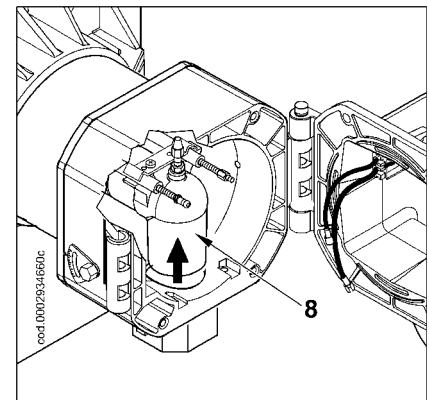
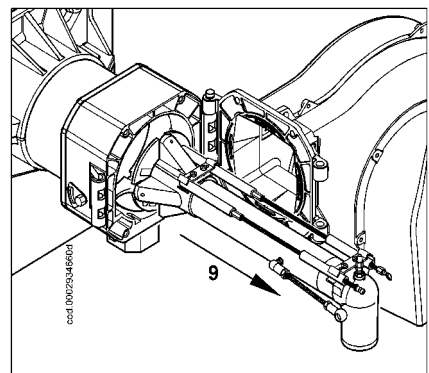

figura-3
figura-4
Dopo aver sfilato i cavi di accensione e ionizzazione (3) dai terminali dei rispettivi elettrodi, svitare completamente il dado (4) e avvitare la vite (5), facendola avanzare all'interno del raccordo mandata gas (8) di figura 3 per un tratto sufficiente a garantire il successivo smontaggio del gruppo miscelazione.
Sollevarne leggermente il raccordo mandata gas (8) (figura 3), e sfilare l'intero gruppo miscelazione nella direzione indicata dalla freccia (9) di figura 4. Completate le operazioni di manutenzione, procedere con il rimontaggio della testa di combustione, seguendo a ritroso il percorso sopra descritto, dopo aver verificato la corretta posizione degli elettrodi di accensione e di ionizzazione (vedi scheda pag. 25).